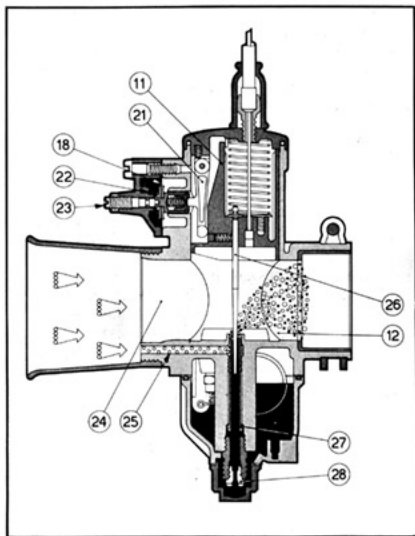

Fig. 28
e) **Massimo** (vedi fig. 28)
e) **Full-throttle** (see Fig. 28)